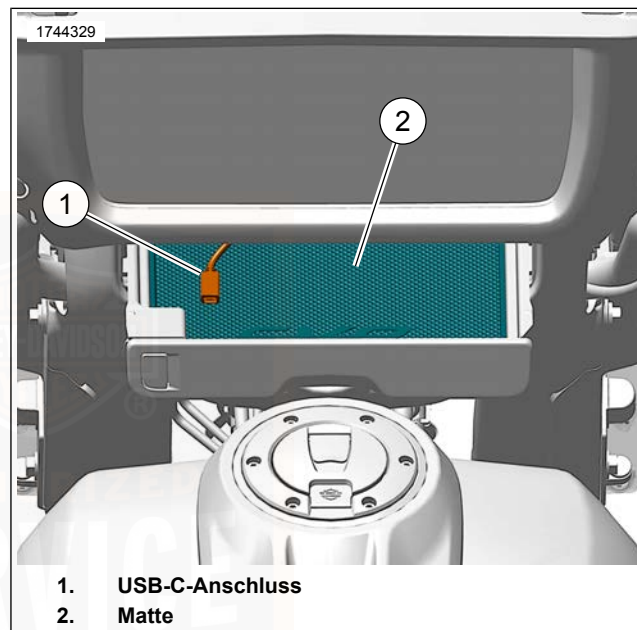

Abbildung 60. Medienfach (offen)
USB- oder Mediengerät anschließen: Siehe Abbildung 60 . Das Gerät mit dem USB-C -Anschluss (1) verbinden. Das Gerät auf die gepolsterte Matte (2) legen. Die Klappe des Fachs schließen.